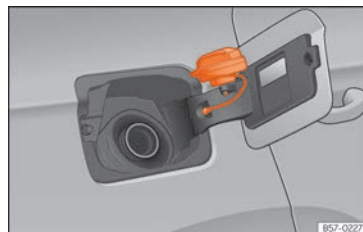

Fig. 235 Tampa do depósito com o tampão encaixado.
- Coloque-a no espaço existente na dobradiça da tampa aberta » **Fig. 235.**